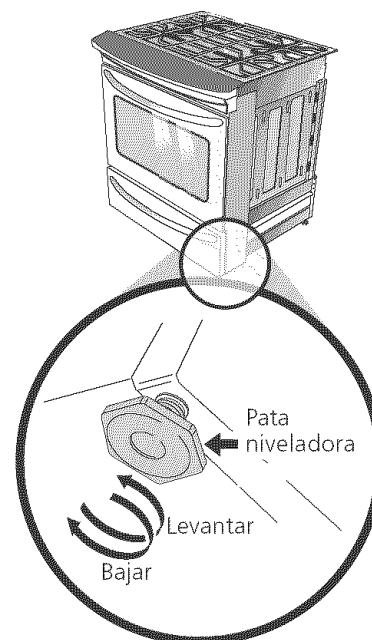

Figura 18
4. Nivele la estufa si es necesario ajustando las cuatro patas niveladoras con una llave (Ver la Figura 18 abajo). Se requiere un espacio libre mínimo de 1/8" (0.8 cm) entre la parte inferior de la estufa y los niveladores de las patas traseras para dejar espacio para los soportes antivuelco.